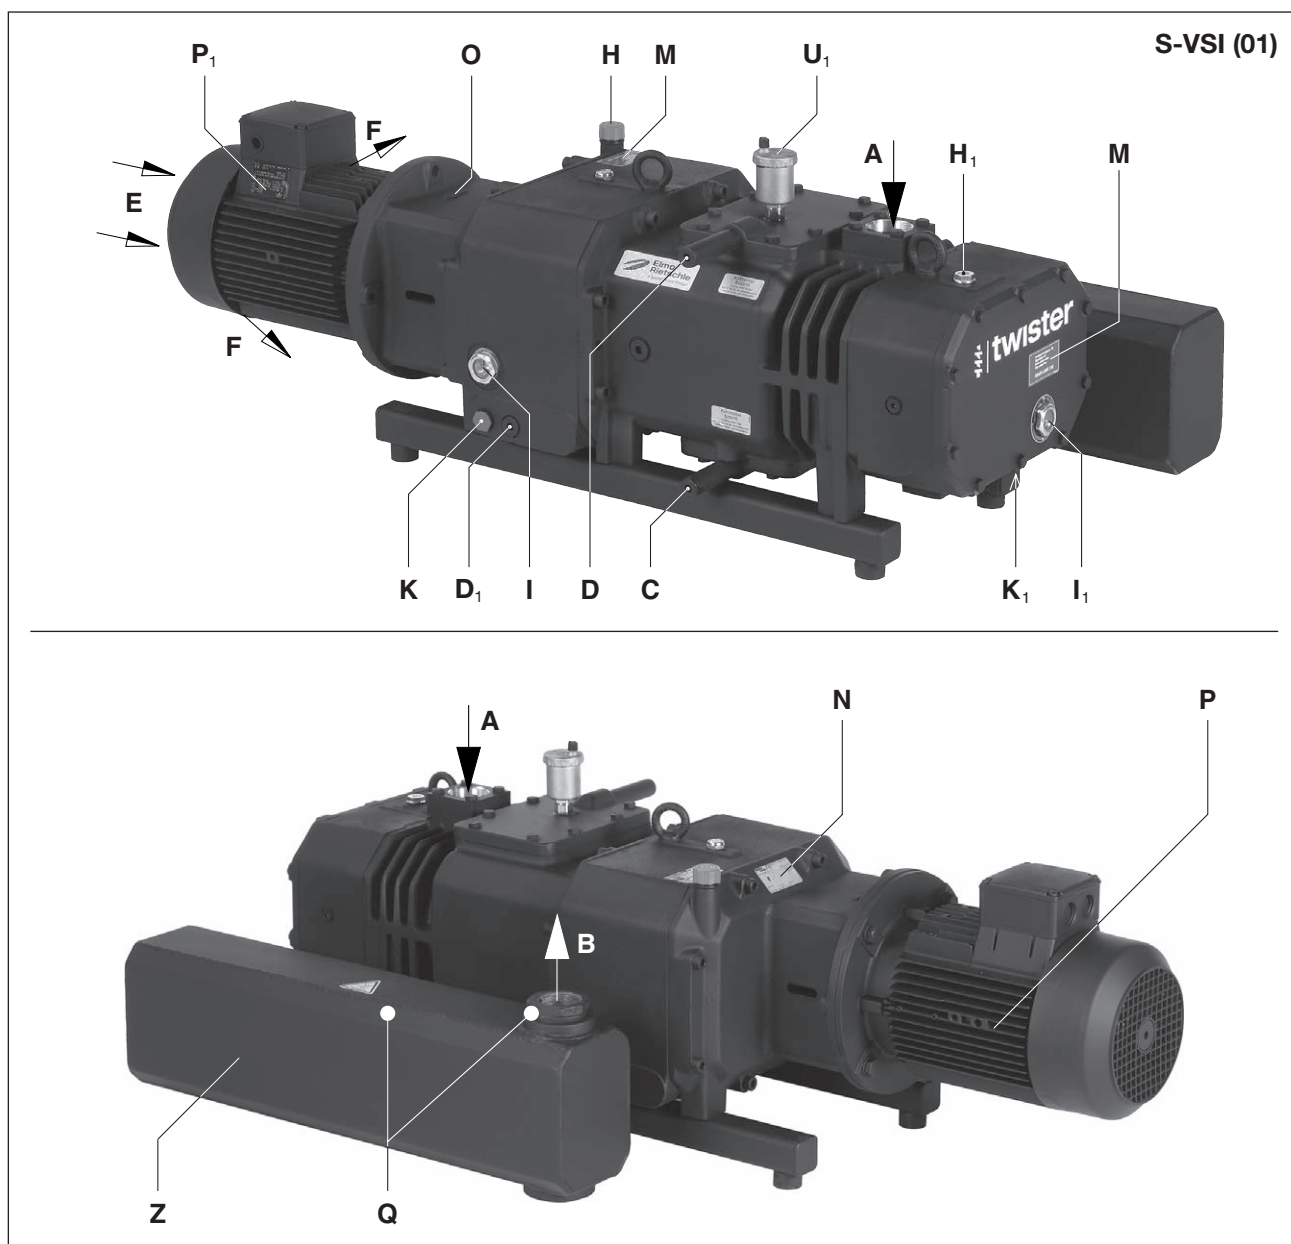

Fig. 2 Vakuumpumpe S-VSI 100
Oliepåfyldningshullet (fig. 2/H, H1), olieskueglasset (fig. 2/I, I1), olieudløbet (fig. 2/K, K1), kølevandsindgangen (fig. 2/C) og kølevandsudgangen (fig. 2/D) skal være lettilgængelige.
Der skal være mindst 30 cm fra køleluftsindgangene (fig. 2/E) og køleluftsudgangene (fig. 2/F) ud til tilstødende vægge. Når køleluft først er blevet suget ud, må det ikke suges ind igen.
- a) Vakuumentilslutning (fig. 2/A).
- b) Udgangsluften kan blæses ud gennem udsugningslyddæmperen (ZSZ) (fig. 2/B) eller ledes væk vha. en slange eller et rør.
**Luftventilationen (fig. 2/B) må ikke lukkes eller begrænses.**
- a) Slut kølevandsrøret til kølevandsindgangen (fig. 2/C) og kølevandsudledningsrøret til kølevandsudgangen (fig. 2/D).
- a) Påfyld smøreolie (de egnede typer er angivet under „Vedligeholdelse“) til gearkasse og lejerne i oliepåfyldningshullet (fig. 2/H, 2/H1) op til midt på skueglasset (fig. 2/I, 2/I1).
- a) Motorens elektriske data er angivet på typeskiltet (fig. 2/N) eller på motordataskiltet (fig. 2/P1). Motorerne overholder DIN EN 60034 og er i beskyttelsesklasse IP 55 og isoleringsklasse F. Ledningsdiagrammet sidder i motorens klemkasse (ikke ved versionen med stiktilslutning). Motordataene skal sammenholdes med dataene for den eksisterende netspænding (strømtype, spænding, netfrekvens, tilladt strømværdi).